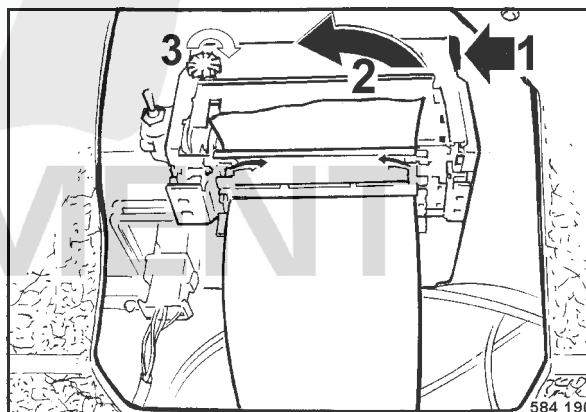

fig. 103
- Relever la languette au point 1 (fig. 103) et extraire le ruban encreur (2) de l'imprimante.
- Installer un ruban encreur neuf dans le guide de l'imprimante, d'abord à gauche, puis enfoncer à la languette (1).
- Tourner le bouton (3) dans le sens de la flèche pour tendre le ruban.